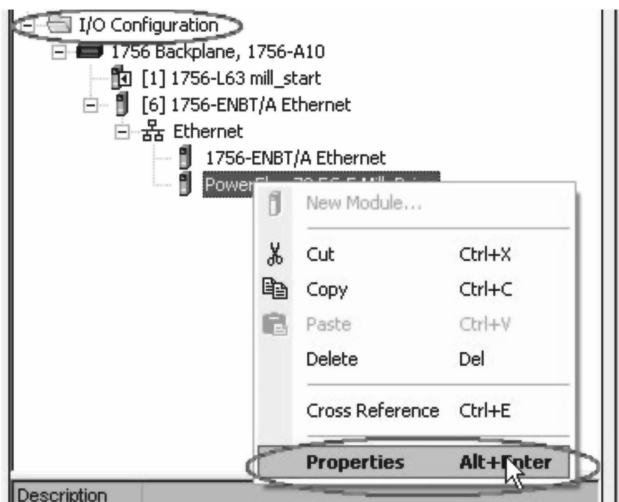

图 18-1 PowerFlex 属性菜单
3. 在 I/O 配置树中，右键单击 I/O 树中名为“mill_drive”的 PowerFlex 70-EC 变频器，然后选择“属性”（Properties）如图 18-1 所示。